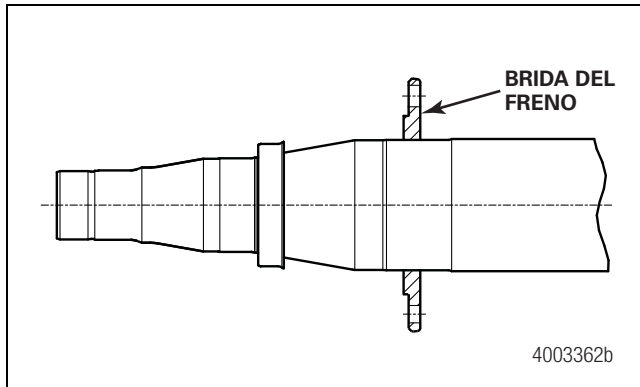

Figura 12.21
8. En algunos modelos de ejes, los frenos instalados en la unidad, usados como equipo estándar en ejes motrices, van unidos al eje del semirremolque mediante una fijación por pernos de la araña a una brida del freno. Figura 12.21.